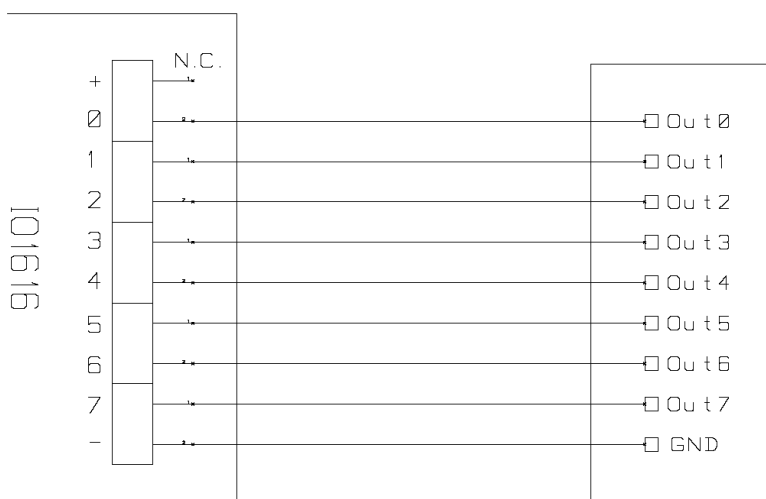

Figura 3b: schema implementazione ingressi.
-Figura 3b: nel caso in cui gli ingressi siano controllati direttamente da una tensione.